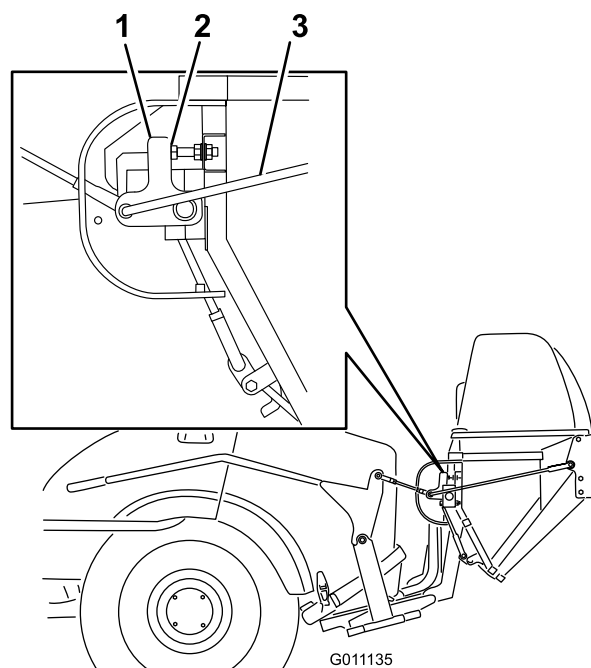

Figura 40
3. Com a porta fechada, os parafusos de batente têm de ser ajustados de forma a que o braço de contacto fique direito para cima e para baixo (Figura 40).
4. Se for necessário ajuste, desaperte as porcas e ajuste os parafusos de batente (Figura 40).
5. Depois de os parafusos de batente terem sido ajustados, o comprimento das ligações da dobradiça pode ser ajustado para oferecer um fecho completo da porta e força razoável no manípulo. Aumente o comprimento das ligações para reduzir a força. Diminua o comprimento das ligações para aumentar a força (Figura 40).